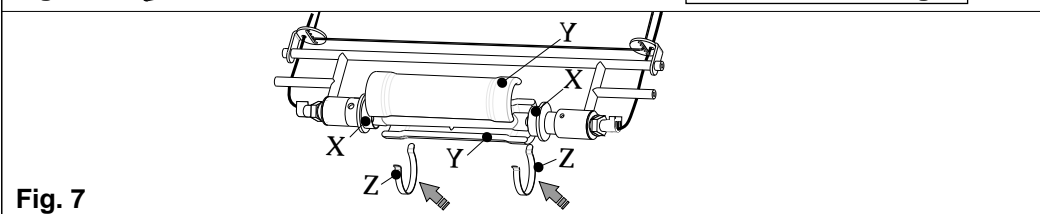

Fig. 7
- Insert bulb inside double ended socket, then place the two half safety glass pyrex tubes "Y" in order to be coupled inside the opposite collars of rings "X" as shown. Clamp the two parts by pushing the two release springs "Z" as shown in Fig.7.
- Fig.7** Dopo aver inserito la lampadina Alogena R7s, accoppiare le due metà del vetro di protezione pyrex "Y" all'interno della sede costituita dai due anelli laterali "X". Assicurare le due metà inserendo a scatto le molle "Z" alle estremità del vetro Pyrex, come illustrato in figura 7.
- Abb.7** Nachdem das halogene Glühmittel (R7s) eingeführt worden ist, die zwei Hälften des Schutzglases "Y" aneinander legen und in die beiden Seitenringe "X" legen. Die zwei Hälften aneinander sichern, indem man die zwei Klammern "Z" an die Enden des Schutzglases festklammert (siehe Abbildung 7).
- Fig.7** Après avoir inséré l'ampoule halogène R7s, accoupler les deux moitiés du verre de protection pyrex "Y" à l'intérieur de la siège formée par les deux bagues latérales "X". Assurer les deux moitiés en insérant à dé clic les ressorts "Z" aux bouts du verre Pyrex, comme montré dans la figure 7.
- Fig. 7** Después de haber introducido la bombilla Halógena R7s, junto las dos mitad del vidrio de protección pyrex "Y" dentro del asiento constituido de los dos anillos laterales "X". Asegure las dos mitad introduciendo a clic los muelles "Z" a la extremidad del vidrio Pyrex, como ilustrado en figura 7.